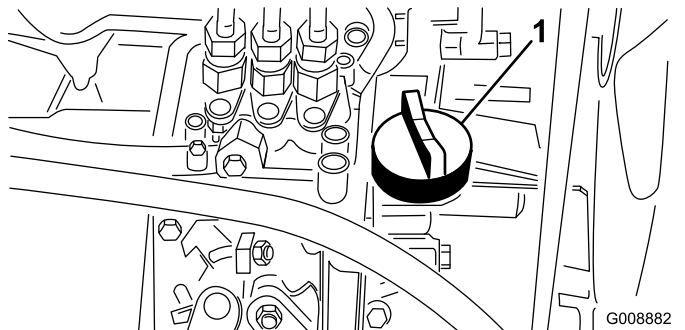

Figura 26
4. Se l'olio è insufficiente, togliete il tappo di rifornimento (Figura 26) ed aggiungete lentamente piccole quantità di olio, controllando spesso il livello, finché non raggiunge il segno di pieno sull'asta.